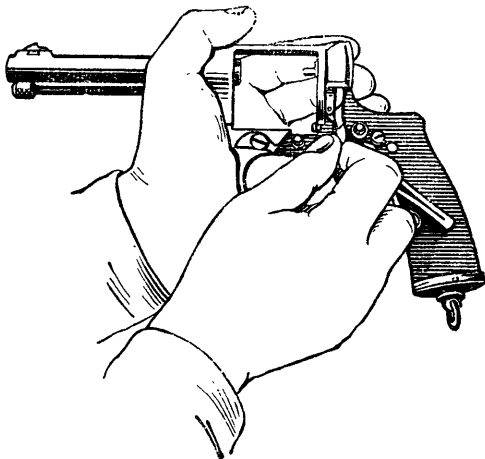

Рис. 36. Как отделить ползун
- 10) отделить ползун от рамки, предварительно отведя его насколько возможно вниз (рис. 36);